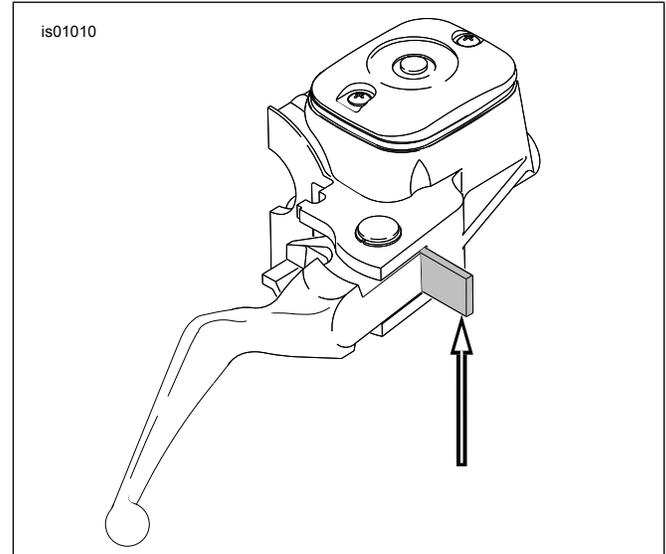

Figure 1. Morceau de carton de 4 mm (5/32 po)
1. Voir Figure 1. Serrer le levier de frein et insérer le morceau de carton entre le levier de frein et son support.